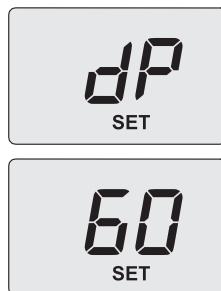

Figura 7.5
- Sul display compare la scritta "**SET**" (Figura 7.5).
- Una volta impostato il valore a **4** (spazzacamino attivo in massimo sanitario) premere il tasto 14 per confermare. Sul display appare **dP** alternato alla temperatura massima in sanitario (Figura 7.5).